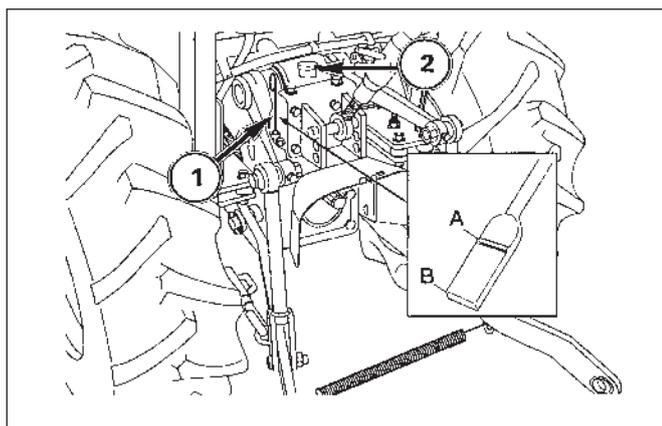

FIG. 6-12
**FIG. 6-12: Pour vérifier le niveau d'huile de transmission** – Garez le tracteur sur un sol de niveau et retirez la jauge d'huile, 1. Le niveau d'huile doit se trouver entre le repère A et l'extrémité de la jauge d'huile B.